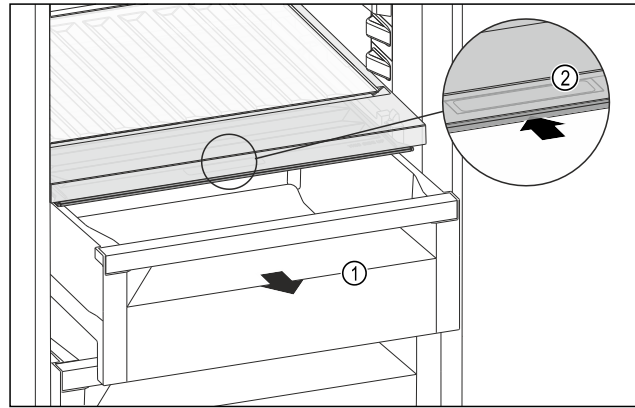

Fig. 98
- ▶ Húzza ki a fiókot Fig. 98 (1).
- ▶ Fogja meg a süllyesztett fogantyút Fig. 98 (2) a rekeszfedélen, és ezzel egy időben tolja hátra a rekeszfedelet.